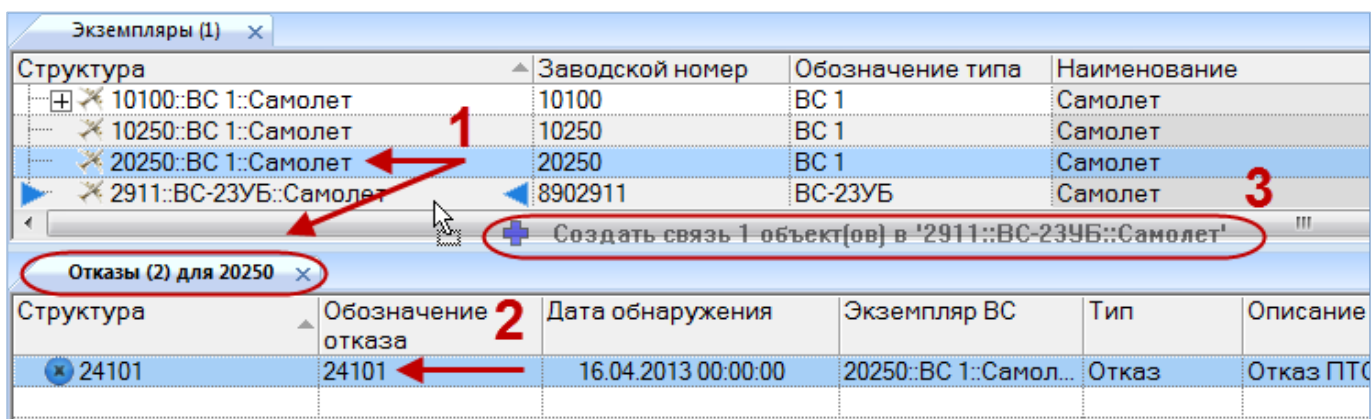

Рис. 13-264 – Переместить отказ в окно «Экземпляры» на другой экземпляр ВС
2) Выбрать экземпляр ВС в рабочем окне «Экземпляры» и открыть окно связанных объектов «Отказы» для выбранного экземпляра ВС (1 на рис. 13-264).
3) Выбрать отказ в рабочем окне «Отказы» для выбранного экземпляра ВС (2 на рис. 13-264).
4) Переместить с помощью мыши отказ в окно «Экземпляры» на другой экземпляр ВС – появится подсказка вида «+ Создать связь X объект(ов) в ...» (3 на рис. 13-264). Отпустить кнопку мыши.